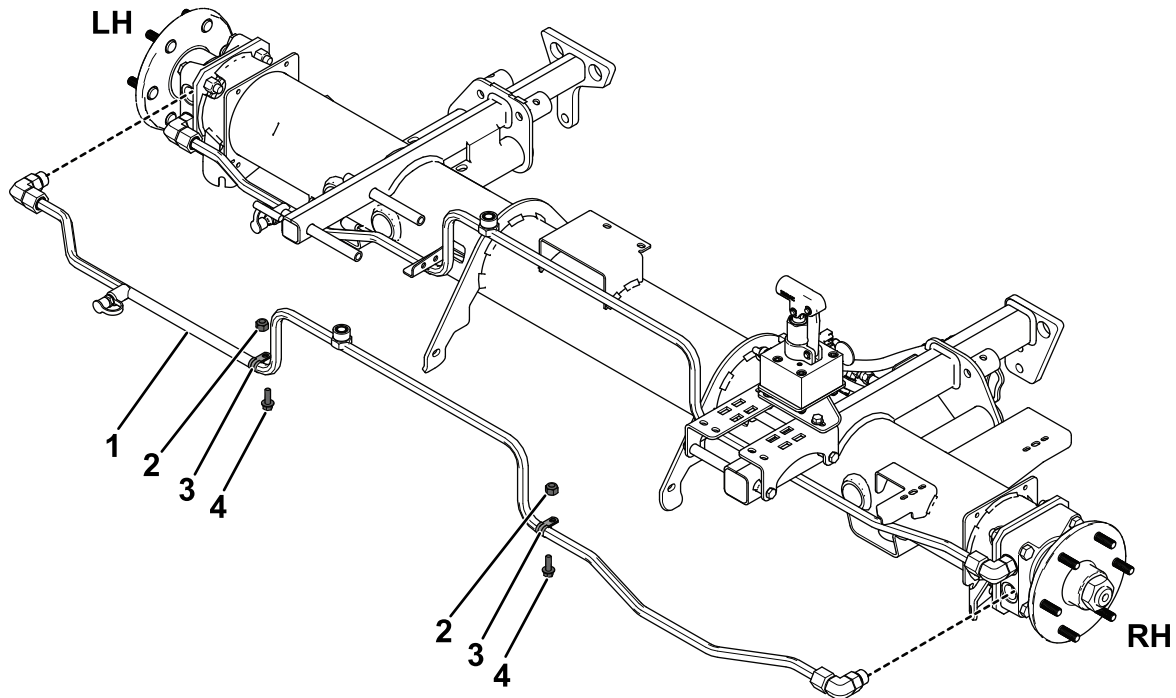

Figure 11
3. Débranchez le tube hydraulique du raccord supérieur sur le moteur de roue gauche et le raccord inférieur sur le moteur de roue droite (Figure 11).
4. Déposez les colliers en R qui fixent le tube au cadre (Figure 11) et les serre-câbles qui maintiennent les câbles de frein sur les tubes hydrauliques.